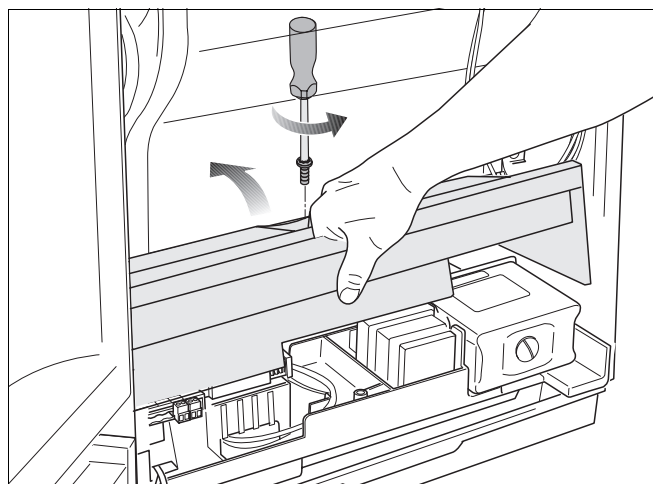

Bild 17 Fäll skyddet för den elektriska anslutningen uppåt
- Lossa skruv 1 i skyddet till den elektriska anslutningen och fäll skyddet uppåt (bild 17).